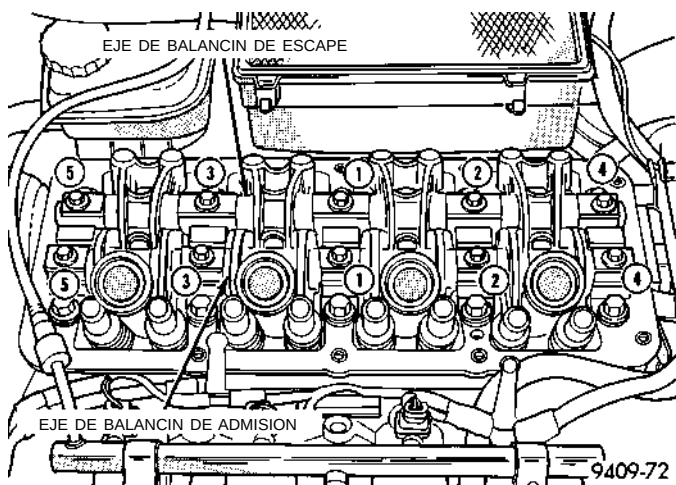

Fig. 28 Secuencia de ajuste del eje de balancín
- (3) Apriete los pernos con una torsión de 23 N·m (200 lbs. pulg.) en la secuencia que se muestra en la (Fig. 28).